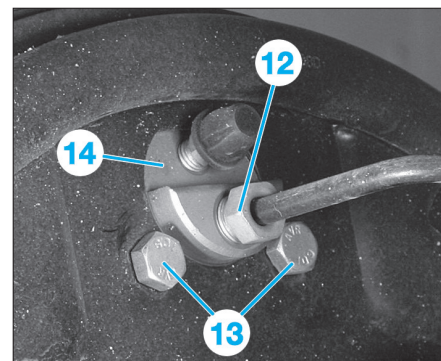

Fig. 13
- Débrancher la canalisation de frein (12) du cylindre récepteur. Placer un bouchon à son extrémité pour éviter l'introduction d'impureté (Fig.13).